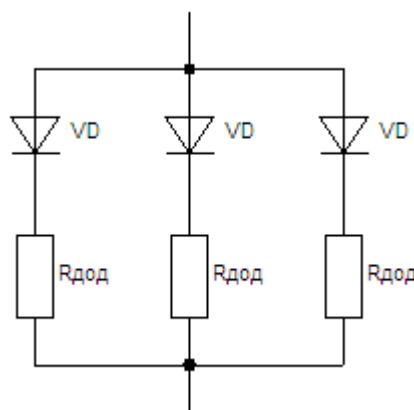

Рисунок 1.3 - Загальна схема випрямляча струму без згладжувального фільтра для випрямлення синусоїдальної напруги.
1.2 Якщо випрямлений струм перевищує максимально допустиме значення струму одного діода, необхідно з'єднати декілька діодів паралельно (рис. 1.3).